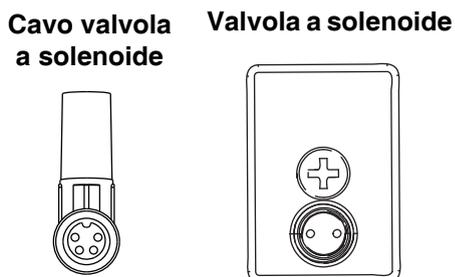

FIG. 23
**NOTA:** prima di collegare il cavo nella valvola a solenoide, verificare che i pin del cavo siano orientati come in FIG. 23.